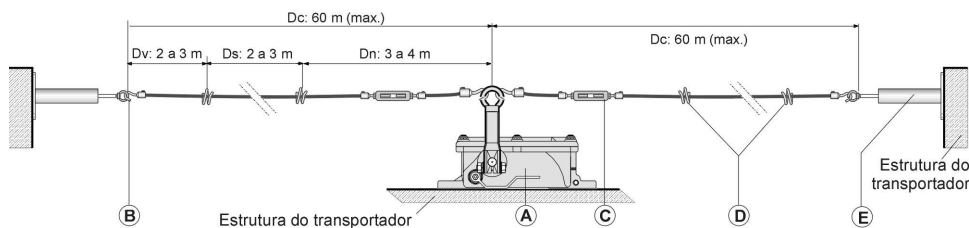
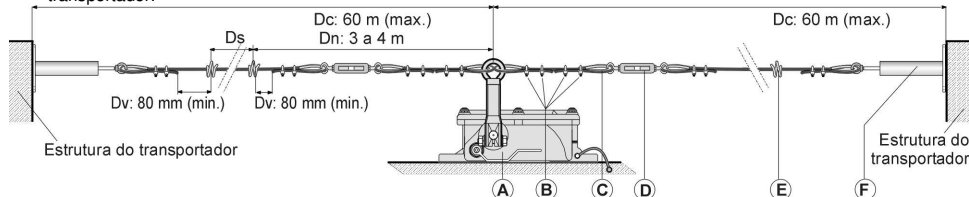

Fig. 2 - Instalação com componentes de montagem rápida
Fig. 3 - Instalação com componentes convencionais e tracionadores
5.1 Montagem rápida FL-518RT Ex (Fig.2):
5.2 Montagem convencional com tracionador FL-518RT Ex/XA (Fig.3):
5.3.1 Fixar os tracionadores nas extremidades do transportador, suportes de cabos e a chave de emergência conforme fig.2 ou fig.3. A chave de emergência **FL-518RT Ex** deve ser montada no ponto médio da distância a ser coberta pelo cabo de aço.